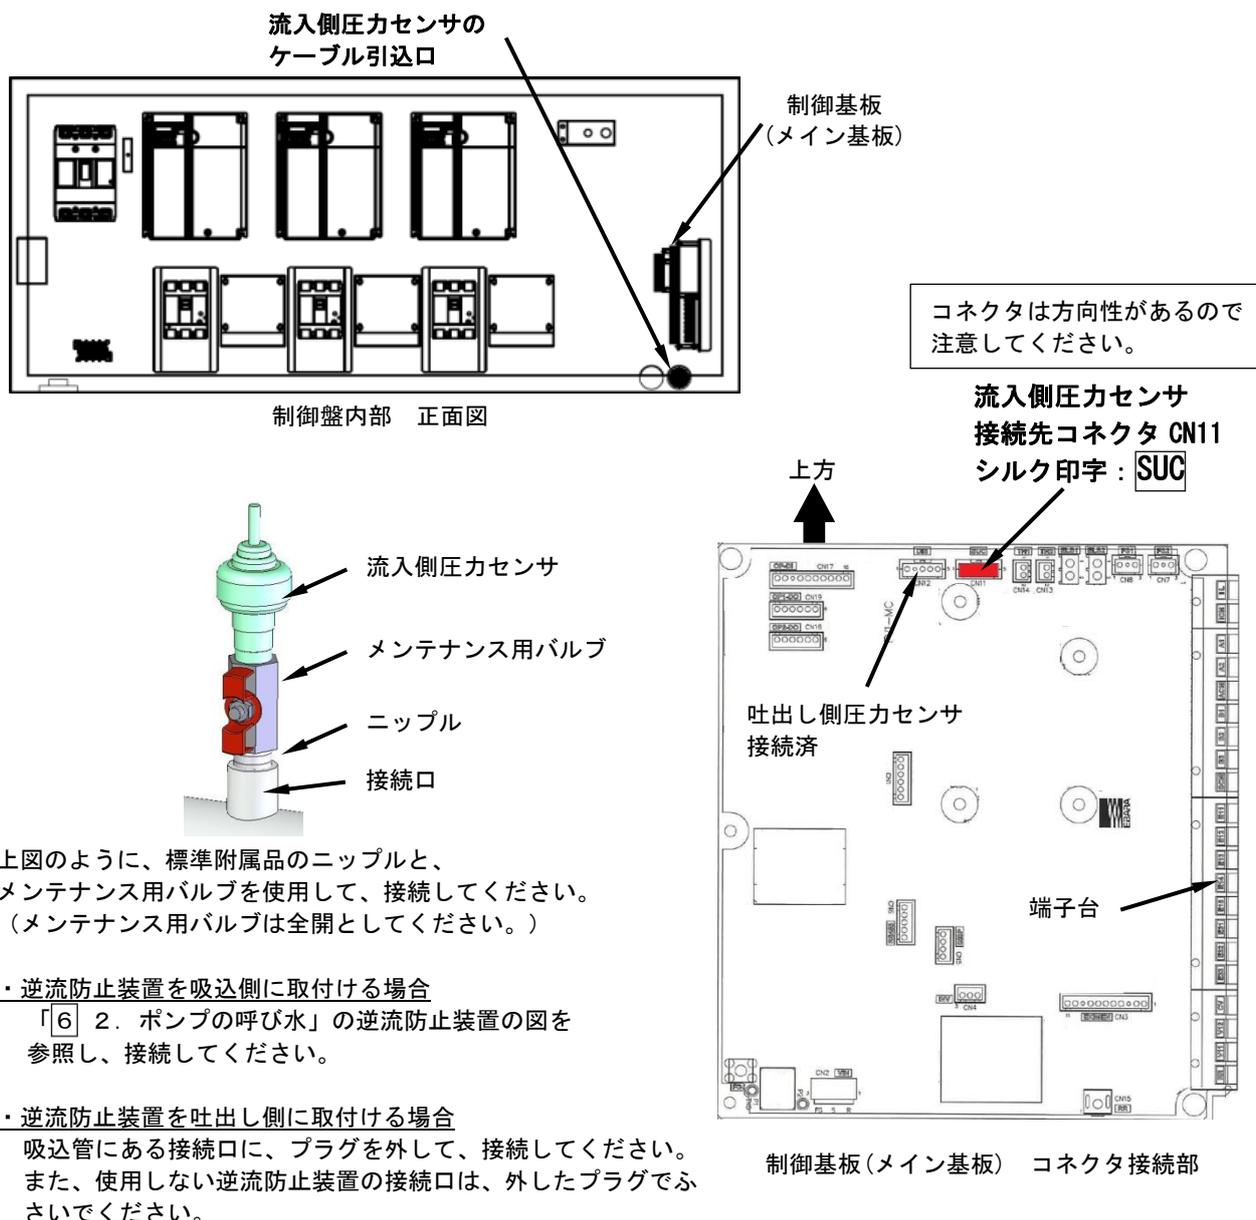

図3 流入側圧力センサ取付け方法
- (1) この直結給水ブースタポンプは、主要部品（電動機・吐出し側圧力センサ・フロースイッチ・サーミスタ等）の電気配線は、行ってありますが、一次電源と流入側圧力センサは配線してありませんので、制御盤内の結線図により行ってください。一次電源の配線は専用として、金属管又は金属ダクトに入れて、シールドを施し、管の外被は接地してください。同一管またはダクト内に、他のケーブルや制御線は併設させないでください。
- (2) 流入側圧力センサの電気配線が、必要です。図3に従って、圧力センサの取付、制御盤内へのケーブルの引込、制御基板（メイン基板）のコネクタ（CN11）に接続を行ってください。
- (3) この直結給水ブースタポンプは、一次電源側に主開閉器が入っておりませんので、必ずお取り付けください。感電事故防止のため、法律により、ご使用先に漏電遮断器の取付が、義務付けられていますが、本直結給水ブースタポンプには特に「インバータ用」のものをご使用ください。
- (4) 開閉器を入れる前に、次の点をお調べください。
- ①遮断器は、適切なものが入っているか。
- ②配線は、間違いはないか。
- ③接地（アース）は、確実に施工してあるか。（D種(第三種)接地工事）
- ④電動機端子3本が、1本でもゆるんだりはずれたりしていないか。端子2本で運転されると、欠相運転となり、電動機が焼損しますので、ご注意ください。
- (5) 電圧は、定格電圧の±5%以内、相間電圧アンバランス2%以内まで差支えないようになっていますが、その範囲を越えてのご使用は、故障の原因となりますので、ご使用しないでください。
- (6) 一次電源の配線の際は、一次電源のアース線を一次電源用アース端子に接続してください。
- (7) TB2 ヒータ用電源（400VA以下）は、電源端子台より直接配線していますので、取り扱いの際は、必ず主電源を切ってから行ってください。（盤内の開閉器のON-OFFとは無関係です）